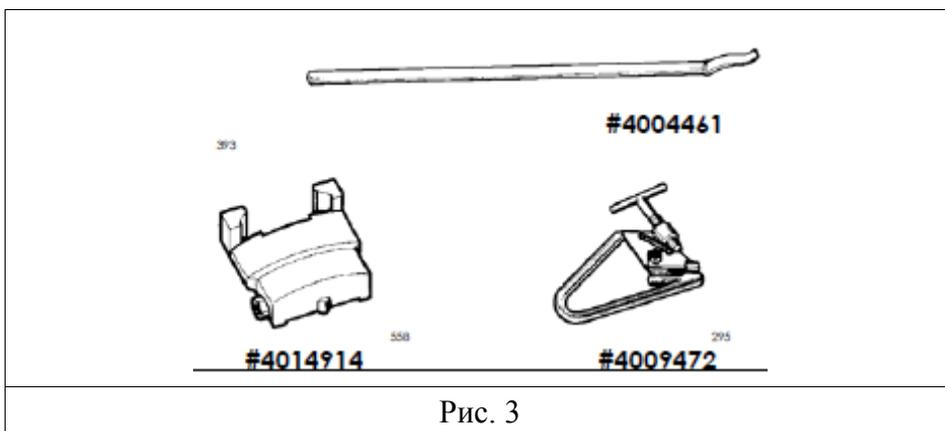
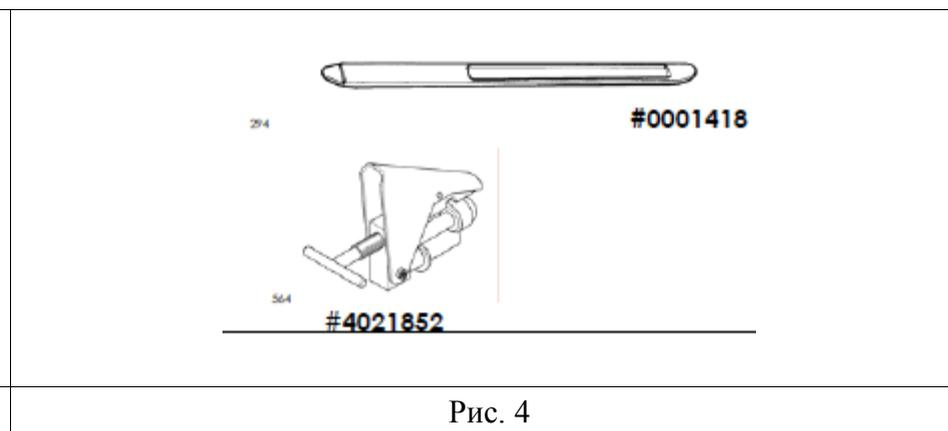

Рис. 3
Рис. 4
**1.7 СТАНДАРТНЫЕ АКССУАРЫ (Рис.3)****#4004461** Длинная монтажка**#4014914** Защитный элемент для легкосплавных дисков**#4009472** Монтажный зажим: Для прижима борта при монтаже на стальной диск. Инструкции по использованию приведены в п. 5.3.**1.8 АКССУАРЫ ПО ТРЕБОВАНИЮ (Рис.4)****#0001418** Короткая монтажка**#4021852** Зажим для легкосплавных дисков: